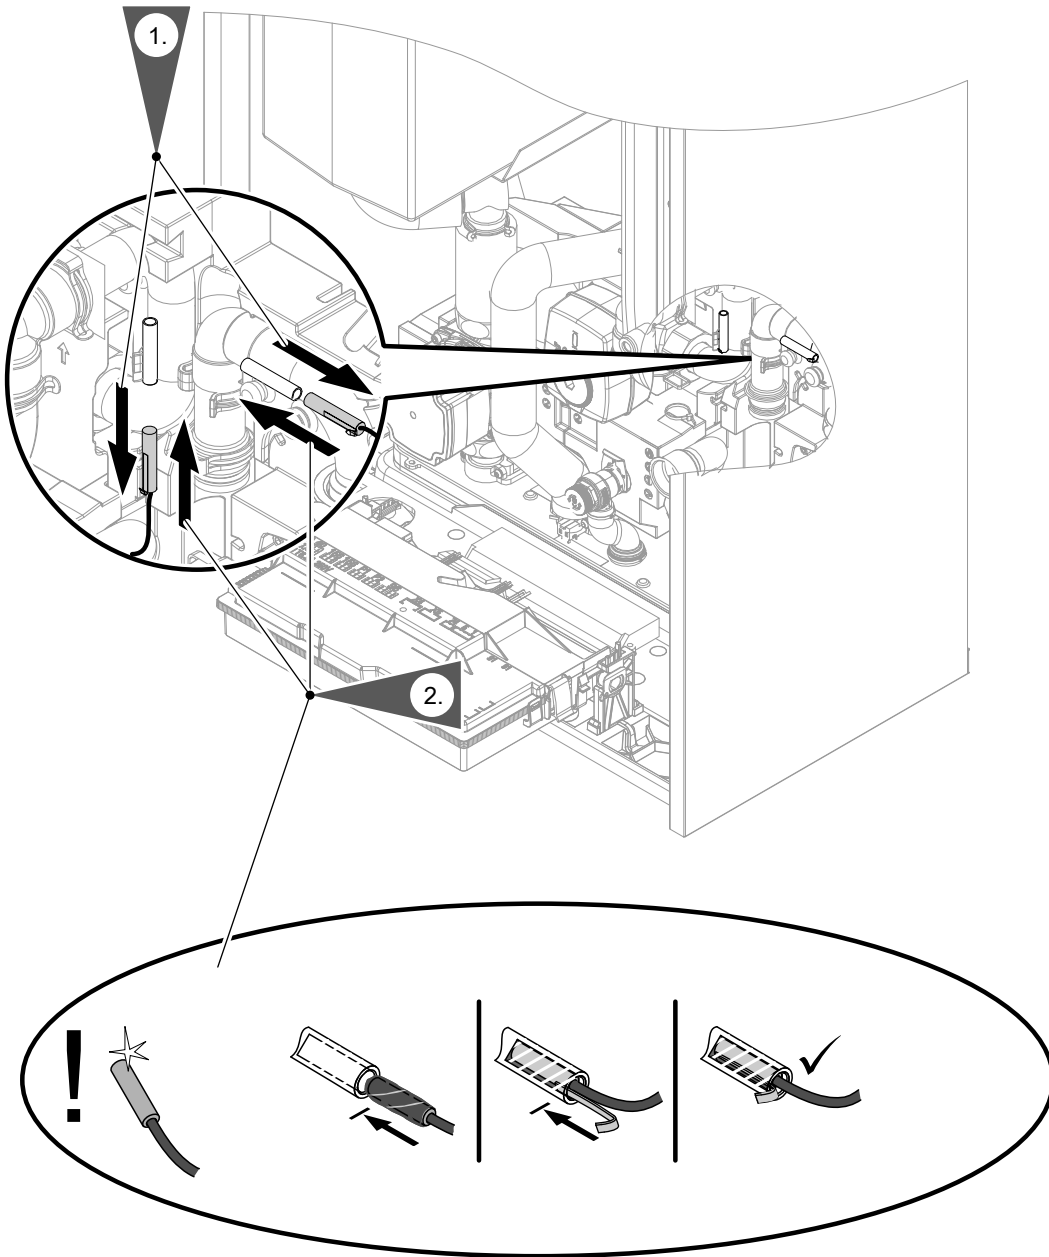

Abb. 98
- Temperatursensoren Sekundärkreis: Siehe Abb. 98 und 99.